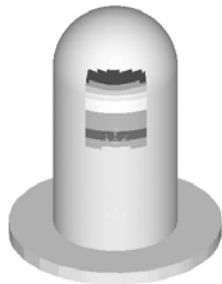

图 13-14 显示模型中指定单元应力云图
- (1) 将输入选择器由 Components 切换到 Elements。在图形区选择模型的部分单元。
- (2) 单击 Apply 按钮, 所选单元将显示应力云图。
- (3) 按住〈Shift〉键和鼠标左键, 在图形区指定区域滑动。释放〈Shift〉键和鼠标左键, 所选区域上将显示应力云图。
- (4) 在 Selection 下单击 Element 按钮, 然后在弹出的窗口中选择 All。
(5) 单击 Apply 按钮, 则模型所有单元都将显示应力云图, 如图 13-14 所示。